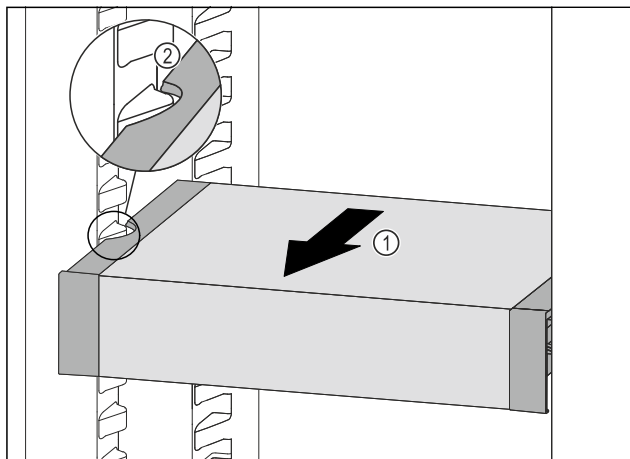

Fig. 222
- Tërhiqni VarioSafe për nga përpara *Fig. 222 (1)*, derisa foletë anësore të VarioSafe të jenë në lartësinë e brinjëve të kutisë në pjesën e ftohjes. *Fig. 222 (2)*